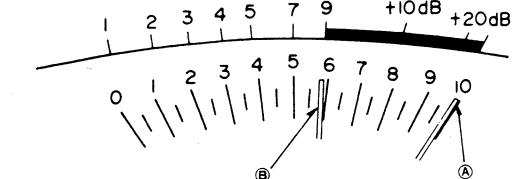

Fig. 16
■ TUNING METER ALIGNMENT (Fig. 16)